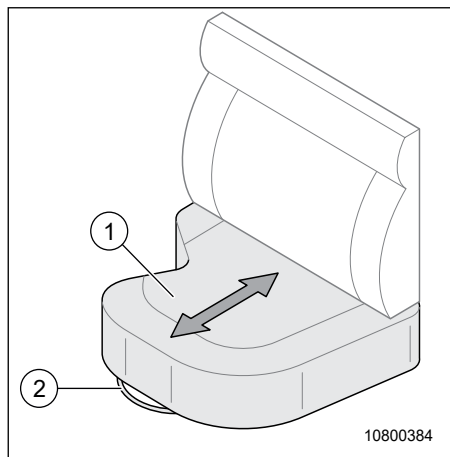

Fig. 66 Troisième siège
1. Presser le bouton-poussoir (Fig. 66, Pos. 2) et le maintenir enfoncé.
2. Retirer le siège (Fig. 66, Pos. 1).